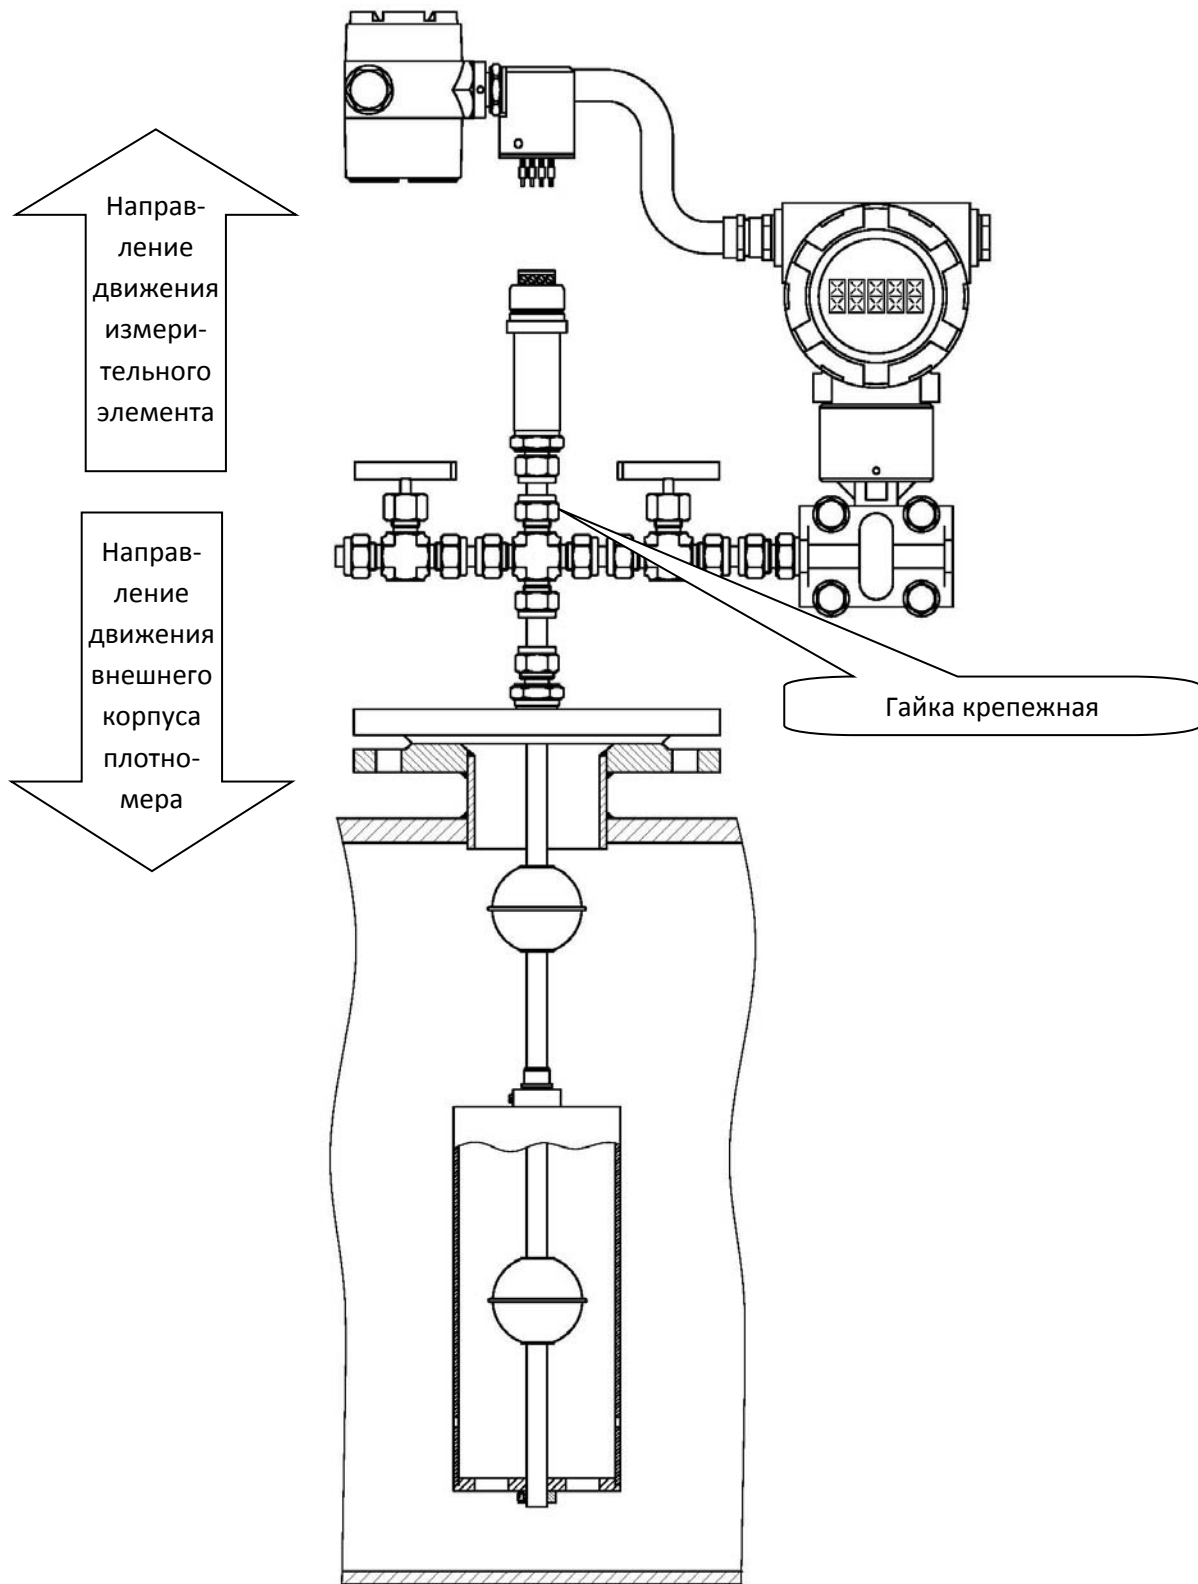

Рисунок 28 – Отсоединение измерительного элемента от внешнего корпуса
4) отвинтите гайку крепежную на измерительном элементе плотномера (рис. 28);
5) отсоедините измерительный элемент от внешнего корпуса, направляя движения как показано на рис. 28;